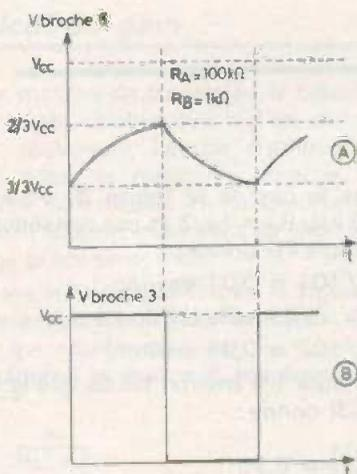

Fig. 3
Dans le cas de la figure 3, on a $R_A = 100 \text{ k}\Omega$, $R_B = 1 \text{ k}\Omega$ et par conséquent, la formule (1) donne :